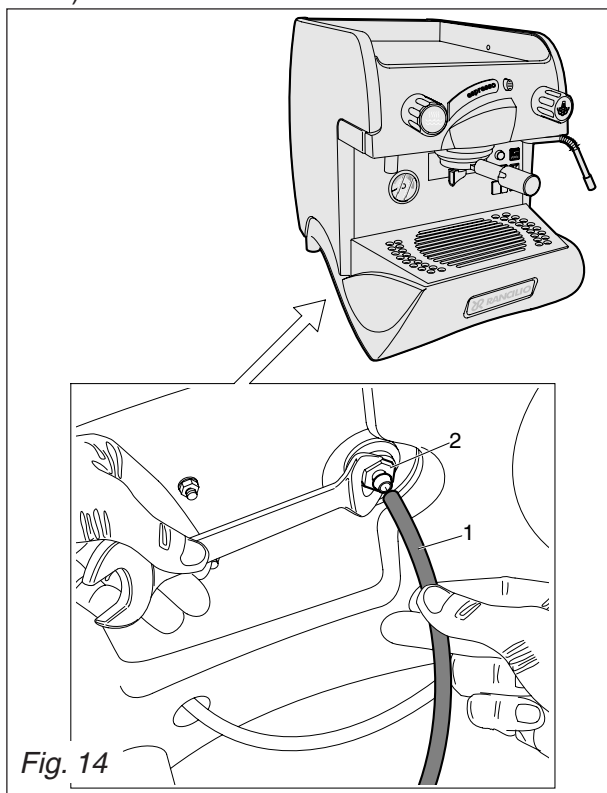

Fig. 14
- Den Gummischlauch in den Gummihalterstutzen (3) stecken. (Abb.14)
- Der Gummihalterstutzen (3) lockern.
- Das Wasser völlig abfließen lassen, dann den Verschluss (3) schließen und den Gummischlauch entfernen.